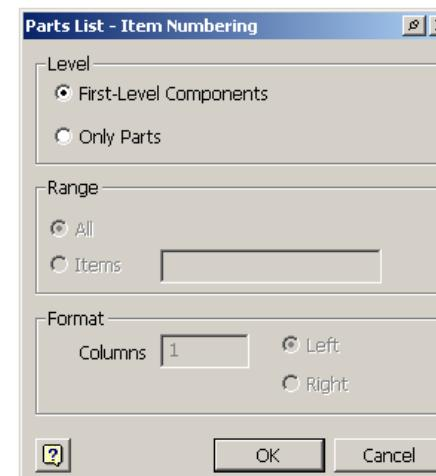

Figura 5.9.2.
- în fereastra **Parts Lists – Item Numbering**, figura 5.9.2, se punctează butonul **OK**, acceptând valorile implicate ale controalelor;
- apare fereastra **Parts List - Item Numbering**, figura 5.9.2, în care se completează controalele conform necesităților;